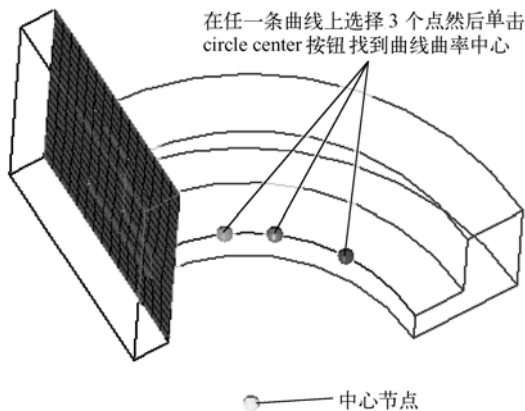

图 5-32 创建中心节点
- (1) 按〈F4〉键，进入 distance (距离) 面板。
- (2) 进入 three nodes。
- (3) 在 N1 激活的状态下，在如图 5-32 所示的曲线上创建节点。
- (4) 按住鼠标左键，在屏幕视图区域 (Graphic Area) 拖动鼠标，当光标靠近目标曲线时，光标将变成 ，然后该曲线高亮显示，此时释放鼠标。可以注意到此时目标曲线处于被激活状态。
- (5) 在曲线上单击 3 次，选择 3 个点。
- (6) 单击 circle center 按钮，在曲线曲率中心处创建一个节点。